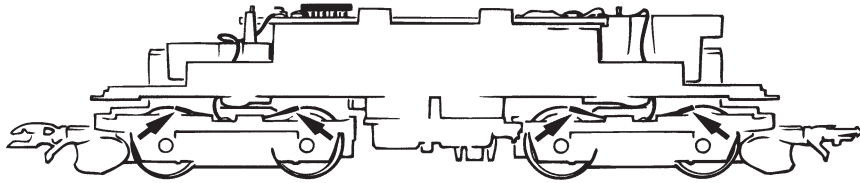

Fig. 8
2. Schmierung: Versehen Sie die im Schmierplan (Fig. 8) gekennzeichneten Stellen mit nur **kleinen Öltropfen**. Wir empfehlen den Roco-Öler Art. Nr. **10906**. Zur Schmierung der Getriebeteile (Zahn-räder, Schnecke) empfehlen wir das **Roco-Spezialfett 10905**. Im Falle der Schmierung diese Teile nicht ölen.
2. Smörjning: Lägg små droppar olja på platserna som vitsas på fig. 8. ROCO:s olja art. nr: 10906 rekommenderas för detta. Använd ROCO:s specialfett art. nr. 10905 för smörjning av kugghjul. Om dessa delar redan är smorda/infettade vänta med smörjning/infettning till ett senare tillfälle.
2. Lubrication: Supply small drops of oil to the indicated location as shown in the lubrication diagram (fig. 8). Use of the ROCO oiler art. no. 10906 is recommended for this task. Use of ROCO special grease art. no. 10905 is suggested for lubrication of gear parts (worm gears). If these parts are lubricated do not oil them.